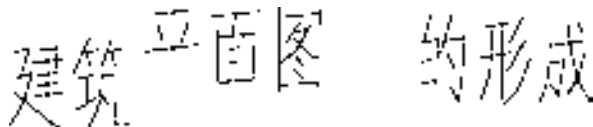

图 8-39 统一字高
3) 按〈Enter〉键即可完成统一字高操作, 结果如图 8-39 所示。